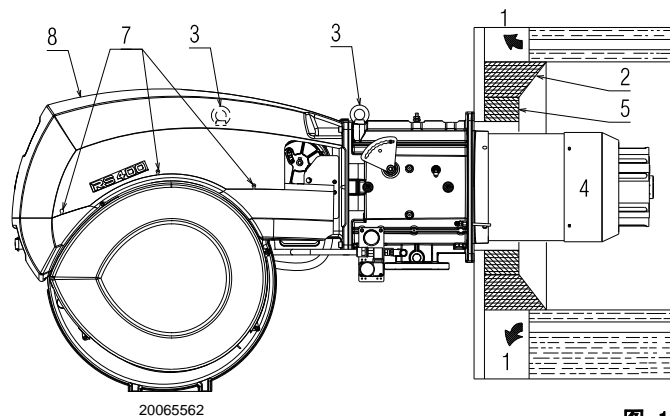

图 13
带前烟道 1) (图 13) 或回焰式炉膛的锅炉其使用耐火材料制成的保护性炉补 5) 必须装于锅炉炉补 2) 和燃烧筒 4) 之间。
对于带水冷却前板的锅炉, 则不需要耐火材料制成的炉补 2)-5) (图 13), 除非锅炉制造商另有要求。
拆下保护罩 8) 的固定螺丝 7) 后，准备适合的起重系统，使用吊环 3)(图 13)。
- 将随附的隔热垫安装到燃烧筒 (4) (图 13) 上。